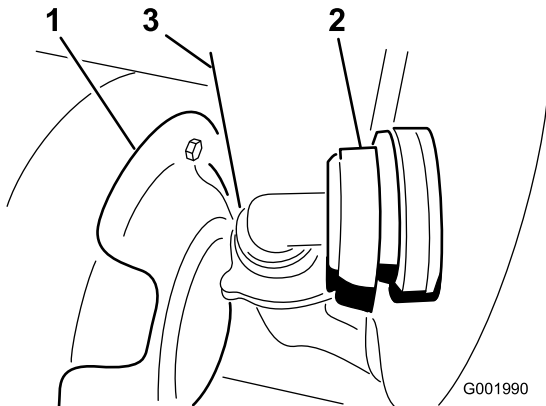

図 58
3. タンクの前壁の下にあるホースを外す (図 58)。
**注** 防熱シールド (図 58) を押しのけないとカバーが取り外せない場合があります。
7. タンク前面下のホースを接続する (図 58)。